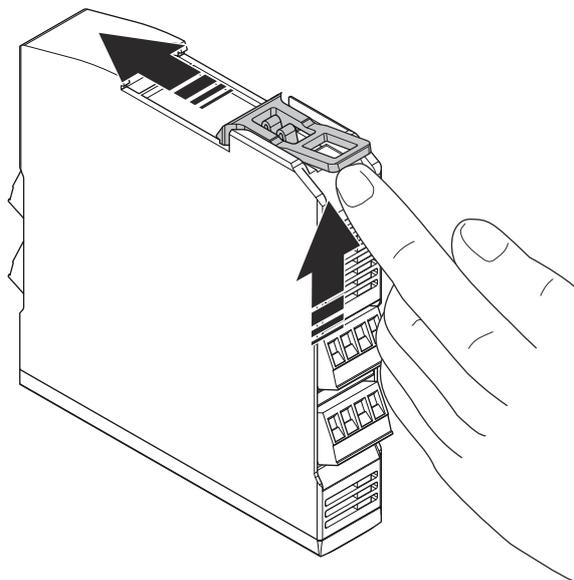

图 60: 复位 DIN 导轨锁扣装置。
1. 确保 DIN 导轨锁扣被复位，请参阅 **Figure 60**。
4. 将 DIN 导轨锁扣装置的底侧从安全继电器上拉开，然后向上推以松开至初始位置。如 **Figure 60** 所示。